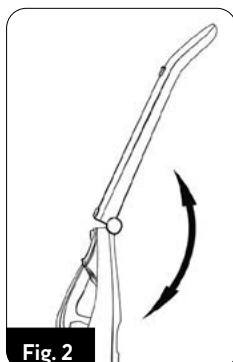

Fig. 2
4. Se desface ansamblul mânerului (2) și se fixează în poziția extinsă (fig.2). Mânerul poate fi pliat prin apăsarea unui buton (3).